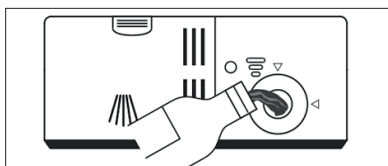

Рис. 2
2. Осторожно влейте средство для ополаскивания в дозатор, избегая его переполнения (рис. 2).